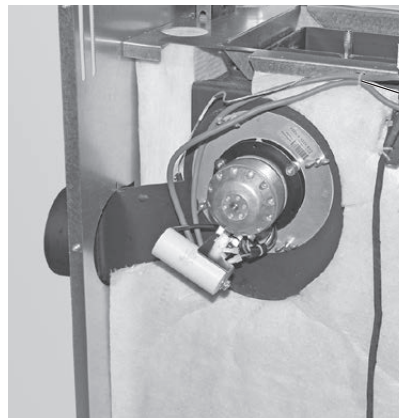

Fig. 35 Riavvitare il ventilatore gas combusti ruotato di 90°
- ▶ Riavvitare nuovamente il ventilatore gas combusti ruotandolo di 90° – Fig. 35.